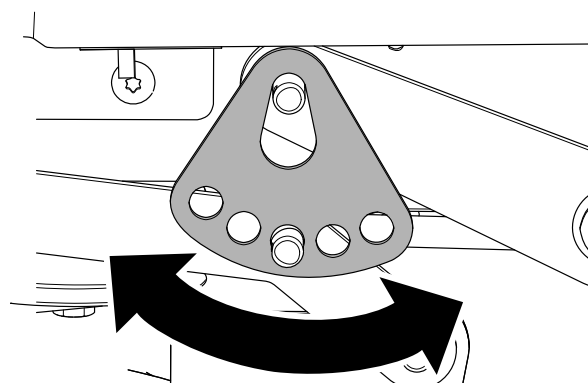

Figura 69
7. Rode a placa da altura de corte para um furo diferente de forma a que suporte o peso da plataforma do cortador depois de instalar a placa (Figura 69).
8. Instale a anilha e o perno de gancho (Figura 69).